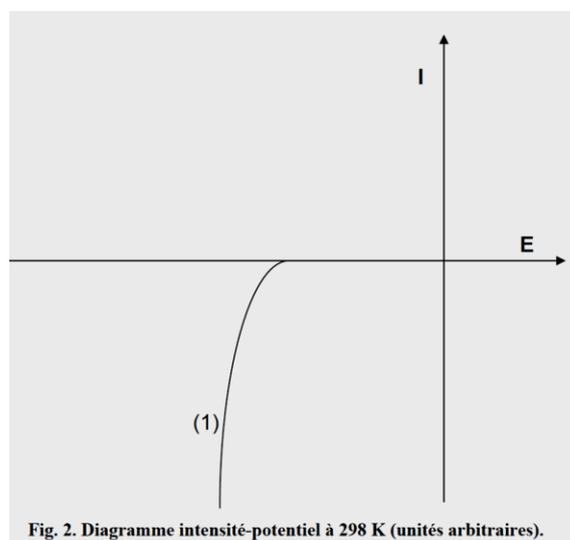

Fig. 2. Diagramme intensité-potentiel à 298 K (unités arbitraires).
- Le domaine de pH où le cation nickel (II) est insensible à la précipitation sous forme d'hydroxyde de nickel (II)
- le domaine de pH où le cation nickel (II) est réductible par  $\text{N}_2\text{H}_5^+$
**IV.8.** Le diagramme intensité-potentiel schématique de la Figure 2 du document réponse, tracé à  $\text{pH} = 4$ , présente la courbe (1) de réduction de  $\text{Ni}^{2+}_{(\text{aq})}$ . Cette courbe n'est pas modifiée quand on la trace sur diverses électrodes (Ni, Fe, Pb, ...). La courbe d'oxydation de  $\text{N}_2\text{H}_5^+$  est, elle, fortement dépendante de la nature de l'électrode. Cette oxydation est lente sur la plupart des électrodes métalliques, mais rapide sur une électrode de nickel (ce qui a fait appeler le procédé « autocatalytique »). Tracer sur ce diagramme, de façon schématique, la courbe d'oxydation de  $\text{N}_2\text{H}_5^+$  dans les deux situations suivantes :
- Courbe (2) : oxydation rapide, pas de surtension, réduction rapide de  $\text{Ni}^{2+}$
- Courbe (3) : oxydation très lente, surtension très élevée, pas de réduction possible de  $\text{Ni}^{2+}$